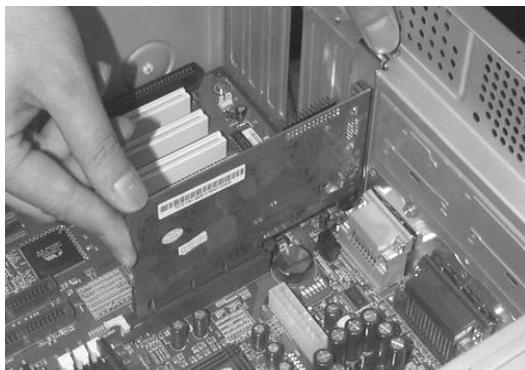

图 2-21 将显卡插入插槽中
① 将机箱后面对应的插槽挡板取下。
② 将显卡插入主板的 PCI-E X16 插槽中，如图 2-21 所示。在插入的过程中，要把显卡以垂直于主板的方向插入插槽中，用力适中并要插到底部，保证卡和插槽的良好接触。显卡挡板